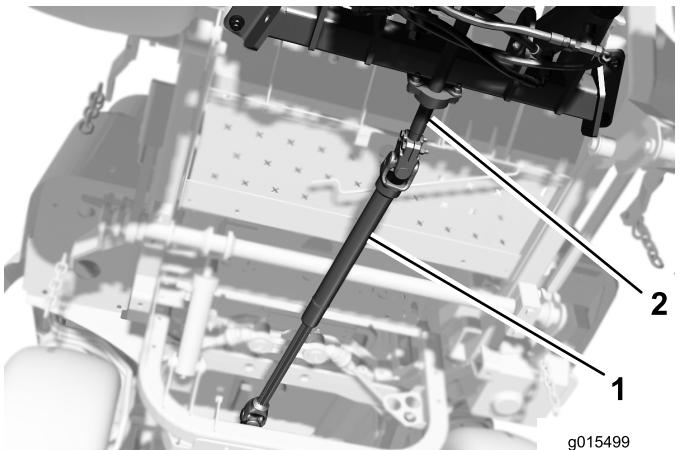

图10
1. 在将驱动轴安装孔与中间轴孔对准时将驱动轴滑到中间轴上图10。